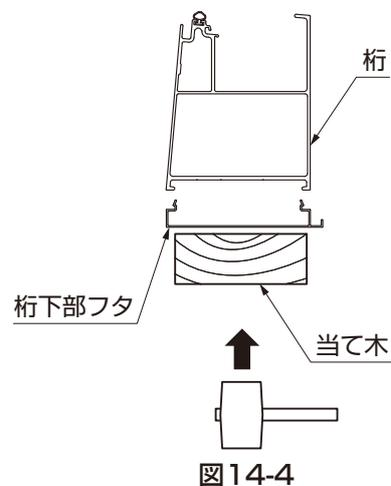

図14-4
- ③ 桁下部フタを当て木を使って桁にはめ込んでください。(図14-4参照)